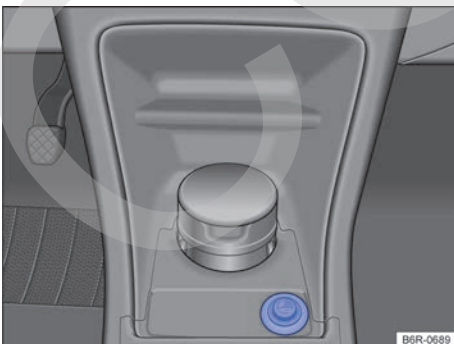

Fig. 81 En la consola central delantera: encendedor de cigarrillos.
- Con el motor en marcha, presionar el encendedor de cigarrillos → fig. 81.